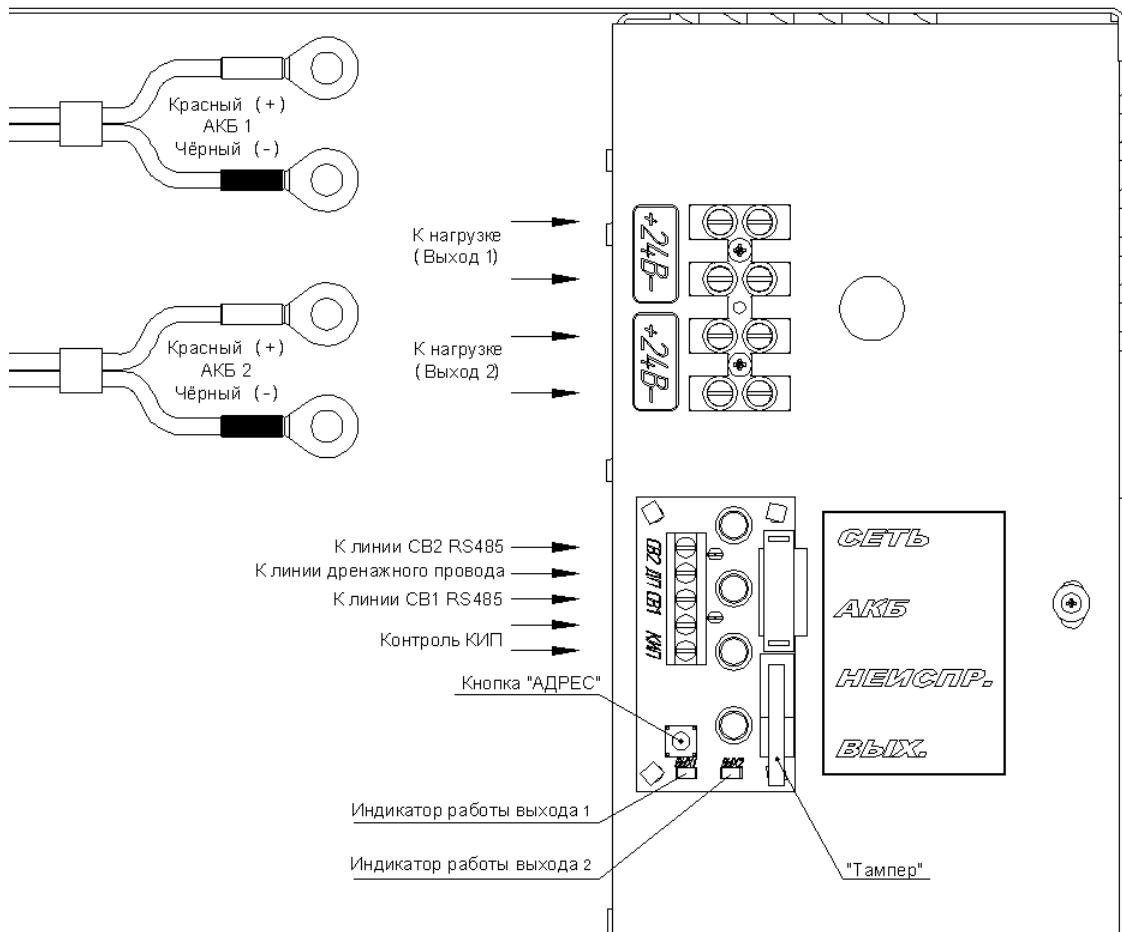

Рисунок 1
- установите аккумуляторы на посадочное место, выполните подключение нагрузки, шлейфа КИП и аккумуляторов согласно монтажной схеме (рис.1) строго соблюдая полярность подключения.
- если в системе используется шлейф КИП, то подключите его по монтажной схеме (рис.1);
- если в системе используется интерфейс RS485, то подключите его к клеммам “СВ1” (B), “СВ2” (A) (Рис.1). В случае если прибор, с которым осуществляется связь по RS485 не запитан от этого ИРПА, подключите клемму “ДП” к минусу питания прибора;